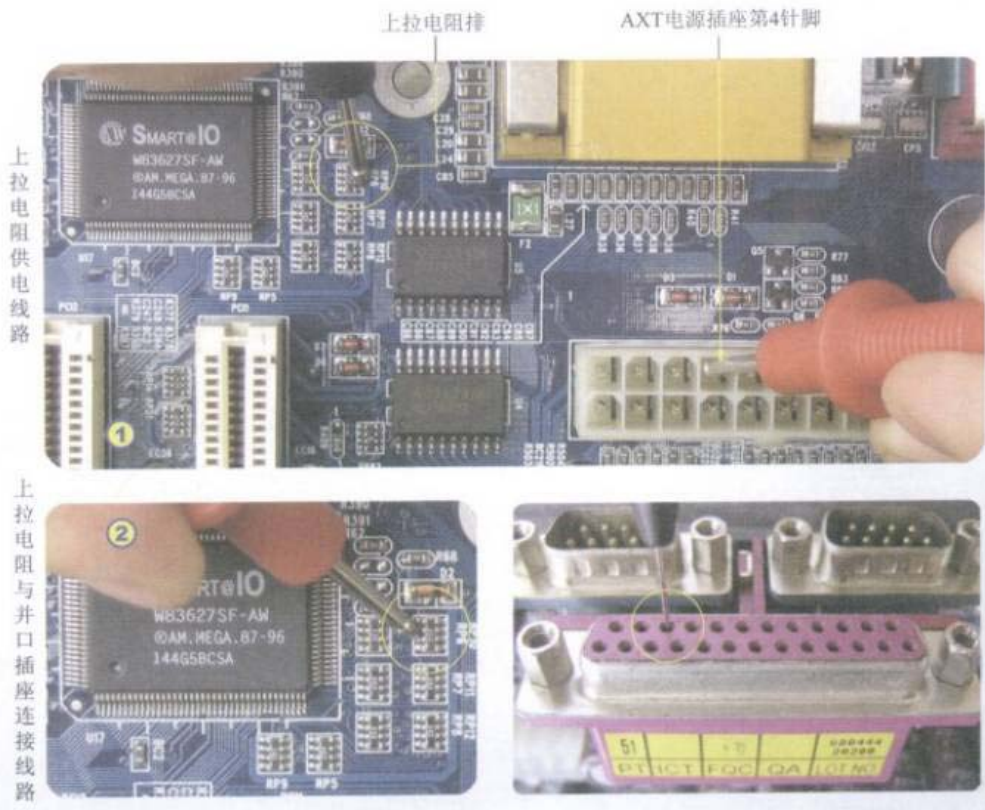

图5-44 测量上拉电阻排的连接线路
**Step 02** 测量并口电路中上拉电阻排的连接线路，如图5-44所示。